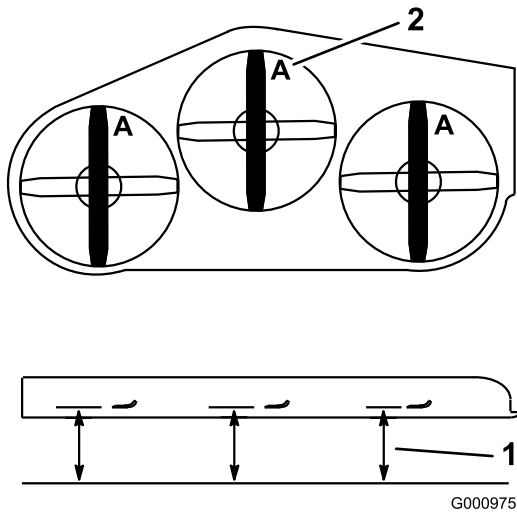

Bild 98
3. Drehen Sie die Schnittmesser, bis die Enden nach vorne und hinten gerichtet sind (Bild 98). Messen Sie von einer ebenen Fläche bis zu den Schnittkante (Position A) der Messer (Bild 98). Notieren Sie diesen Wert.